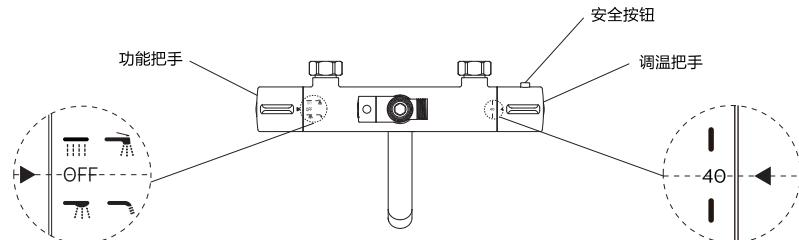

图1
1) 转动功能把手,当“▶”朝向“↑”位置时,通过转动切换把手可选择顶喷花洒或喷枪出水(适用于ASH2541CH/93),参考图1;
3) 转动功能把手,当“▶”朝向“OFF”位置时,关闭所有功能出水,参考图1;